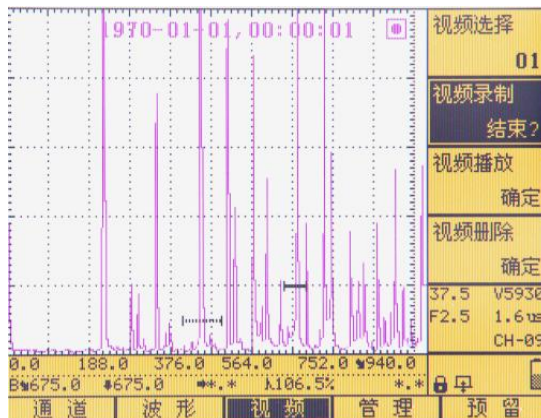

图 5.4
- 4、按【向下】键，选择“视频录制”子菜单，按【确认】键，开始视频录制，此时，在图标显示区多了一个录像图标，及日期和时间，如图 5.4 所示；